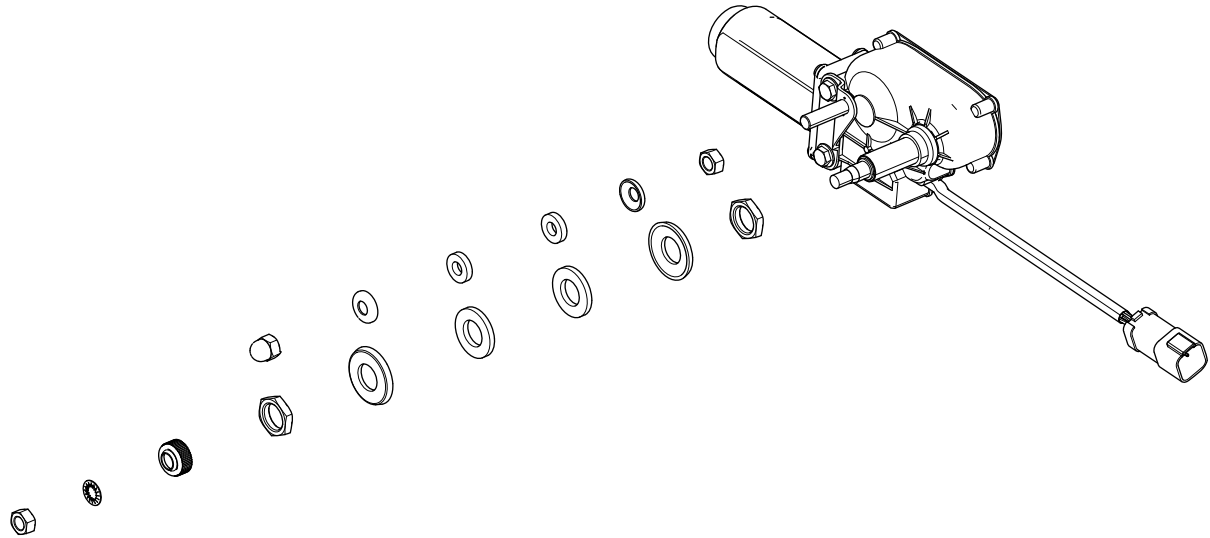

Figura 7
- 1. Desmonte las fijaciones del conjunto del motor del limpiaparabrisas, tal y como se muestra en la Figura 7.